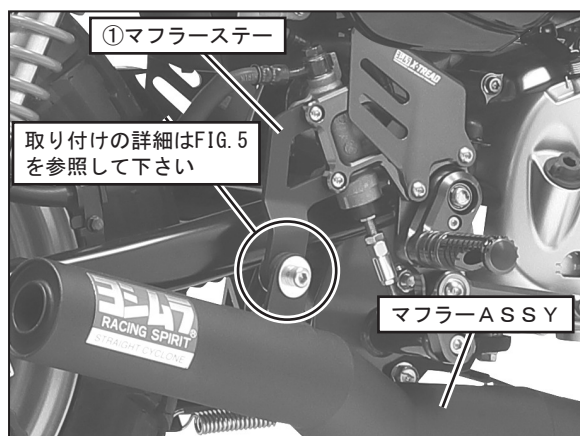

FIG. 4
6. ストレートサイクロン付属のキャップボルトM8×30、平ワッシャM8×26、フランジナットM8を使用して、マフラーASSYを①マフラスターに仮締めして下さい。(FIG. 4, 5 参照)